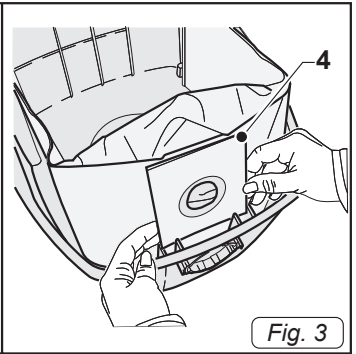

Fig. 3
- Controllare che all'interno dell'apparecchio sia montato il sacchetto in carta (4 Fig.3).
- Se il sacchetto in carta (4 Fig.3) non è presente, montarlo inserendo la parte quadrata rigida in cartone nella sede ricavata sul fusto.